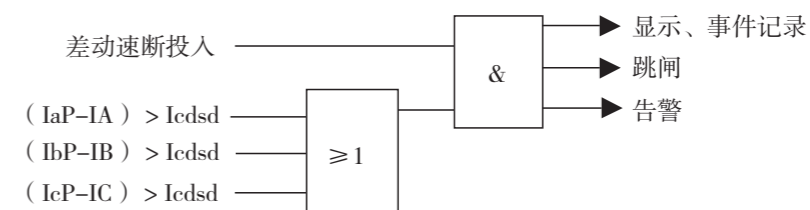

图17-2 差动速断保护逻辑框图
- YZ100-CD(D)开入量、中央信号及出口信号回路原理图（附图17-2）；
附图17-2: YZ100-CD(D)开入量、中央信号及出口信号回路原理图